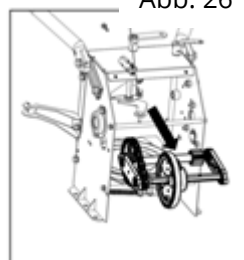

Abb. 26
4. Ziehen Sie die Sechskantwelle heraus und entfernen Sie die Getriebewelle. Siehe Abbildung 26.